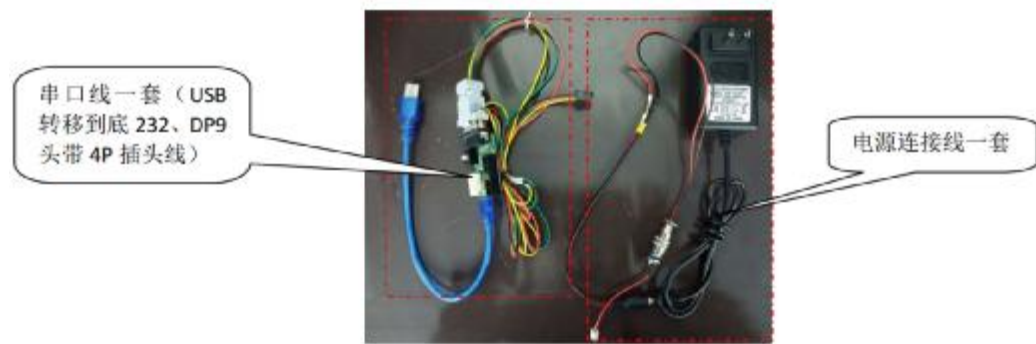

图 1
3、按图 1 中将串口板三档开关 A 打至“BURN”档，由进入烧写模式，并依次按下图 1 红色圈 B 自锁开关，使其处于导通状态。